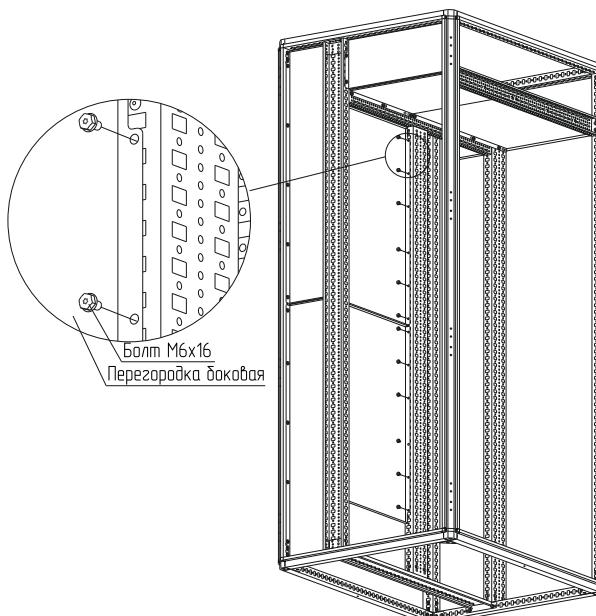

Рисунок 62
4.33.2 Закрепите перегородки на нужной высоте к стойкам болтами M6×16 (рисунок 62). Момент затяжки – 7 Н·м. Болты в комплект не входят.